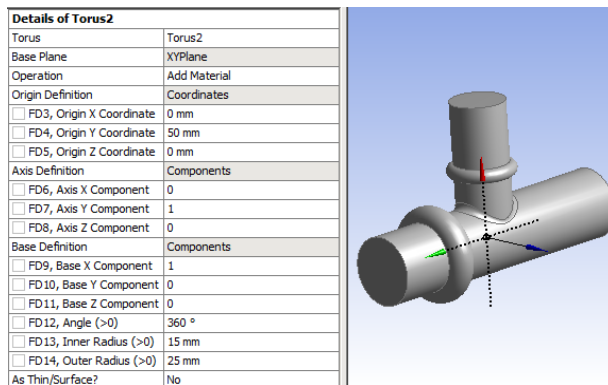

Рис. 12 – Окно свойств операции по созданию объема второго тора и результат операции
**Шаг 7.** По аналогии с предыдущим шагом добавляется местное уширение в виде тора на вертикальный подвод. Для создания объема тора необходимо указать (рис. 12):